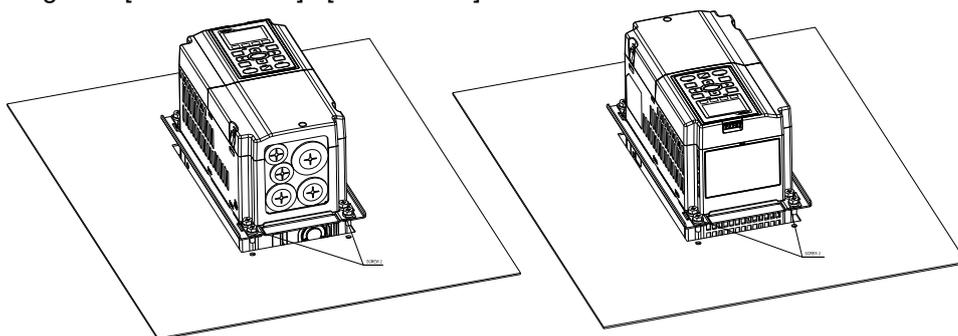

图 4
4. 将螺丝 2*4 (M6) 穿过 Accessory 2&3 与配盘锁住 (如图 4 所示)。扭力值: 25~30 kg-cm / [21.7~26 lb-in.] / [2.5~2.9 Nm]